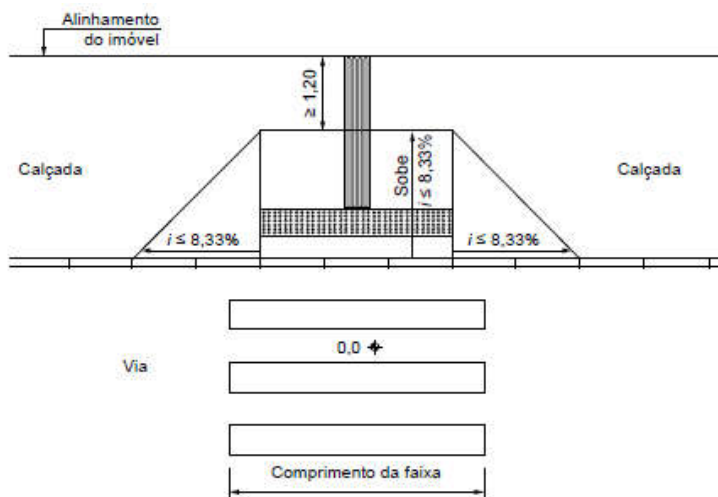

Figura 93 – Rebaixamentos de calçada – Vista superior
4.2. **Acesso aos cadeirantes:** Em todos os acessos aos cadeirantes deverá ser executado conforme a Figura 93 da NBR 9050/2015, onde a mesma deverá ser executada em piso de concreto com espessura de 5,0 cm, inclusive com faixa de paver alerta.
O passeio público foi projetado, conforme a NBR 9050/2015, sendo que foi utilizado como rampa de acessibilidade a indicada na Figura 93 da norma, sendo esta executada para calçada pública com largura de 3,0 m, com meio fio de 15 cm de altura, sendo executada em paver conforme figura apresentada em anexo e detalhamento apresentado em projeto.